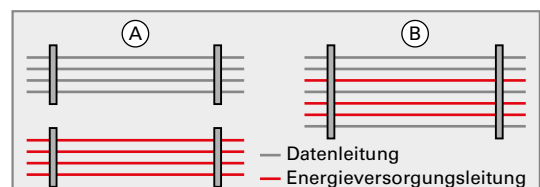

Bild 6: Verlegung von Leitungen an einer Wand
7. In einem Tunnel sind Energieversorgungsleitungen und IT-Kommunikationsleitungen an der Wand zu befestigen. Welche Art der Leitungsanordnung in **Bild 6** ist wegen der EMV anzuwenden?